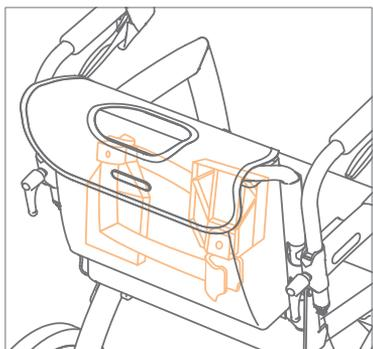

Figura 55: Memorizzazione dei poggiatesta specchiati.
- a. Rimuovere i poggiapiedi. Far scorrere i poggiapiedi verso l'alto fino a quando non vengono rilasciati dai supporti del poggiapiedi. Rimettili nella borsa della confezione della sedia a rotelle Rollz, speculari l'uno all'altro (**Figura 55**).